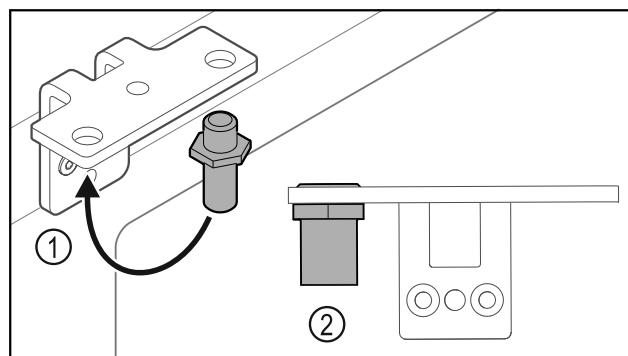

Fig. 25
- ▶ Flytta bulten Fig. 25 (1) i gångjärnsfästet.
- ▶ Dra åt bulten Fig. 25 (2) med ett vridmoment på 12 Nm.